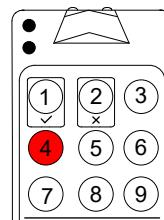

Abbildung 8
3. Im digitalen Feld wird die Schaltfläche 4 mit der aktuellen Einstellung hervorgehoben, die der Radarhöhe von 4–5 m entspricht (Abb. 8).